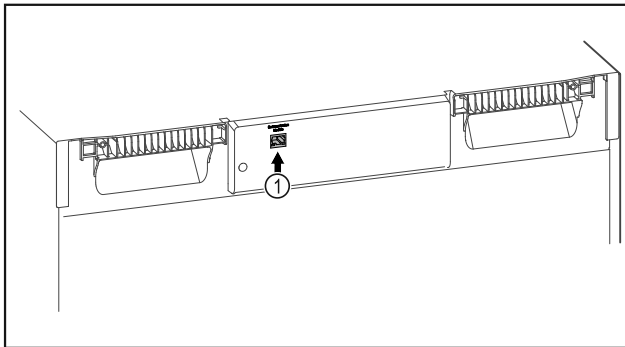

Fig. 73
- SmartModule Fig. 73 (1) on otettu käyttöön.